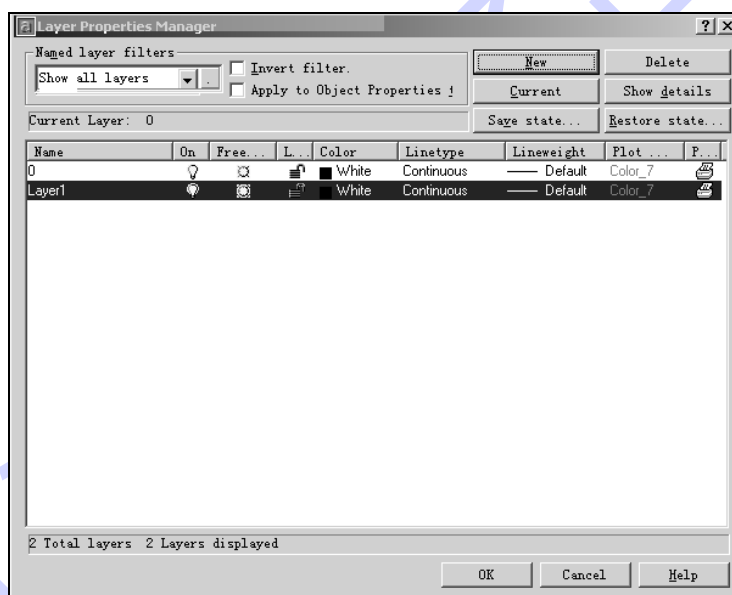

图 2-4 弹出 Layer Properties Manager 对话框
(2) 右边带有省略号的菜单选项，表示如果选择该菜单选项以后将会弹出一个对话框。比如选择 Format→Laye 选项，AutoCAD 2004 将自动弹出 Layer Properties Manager 对话框，如图 2-4 所示。
(3) 右边没有任何内容的下拉菜单选项，则表示如果选择它可以直接执行 AutoCAD 2004 的命令。